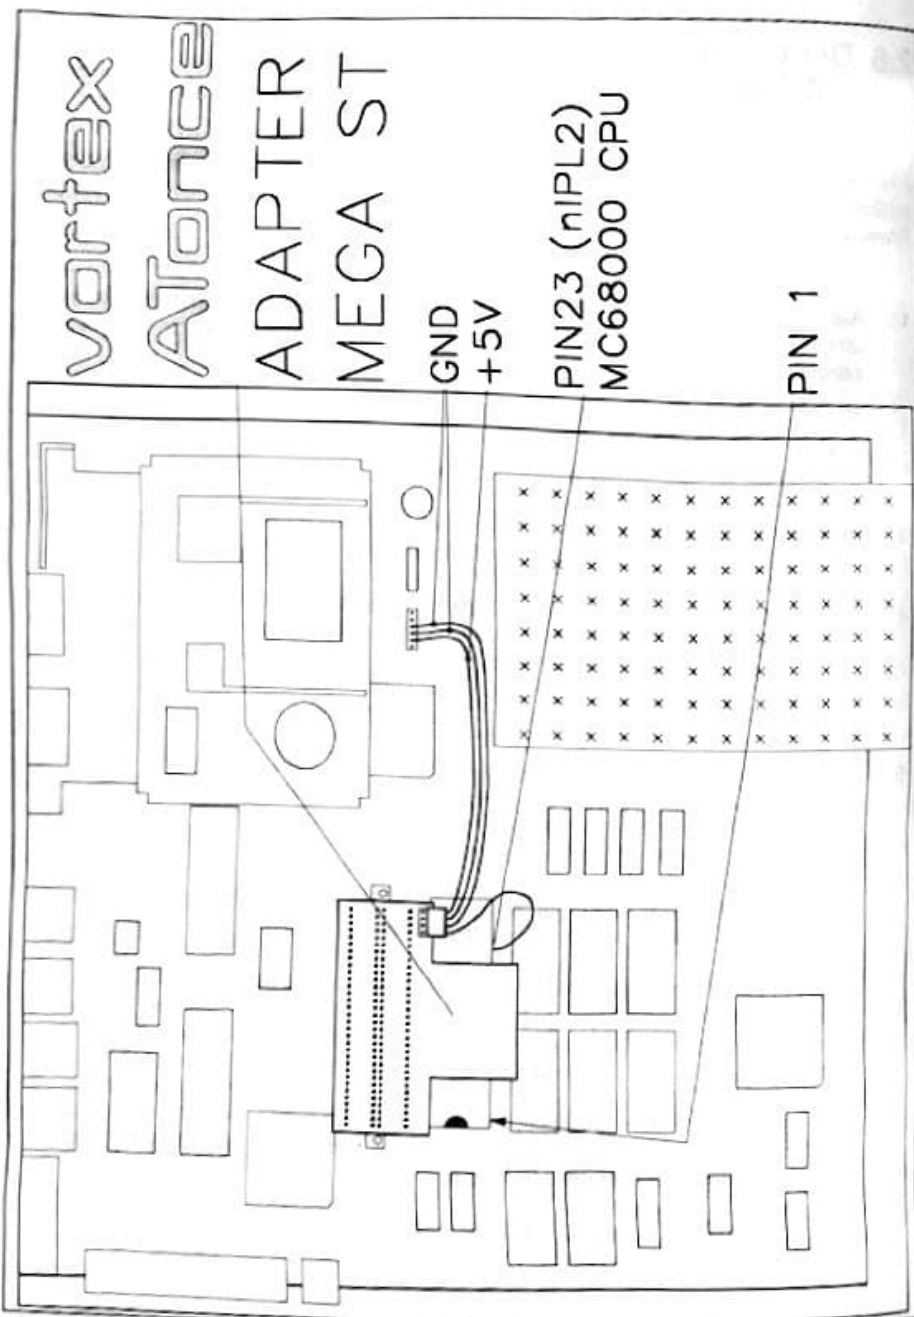

Bild 2.6.a
Am ATonce Mega ST Steckadapter befinden sich zwei unterschiedliche Kabel. Das eine Kabel ist eine freie Litze an deren Ende sich ein Druck-Clip befindet. Das andere Kabel ist ein kleiner Kabelbaum - bestehend aus drei Litzen -, an dessen Ende sich ein Stecker befindet. Den Druck-Clip nehmen und an den Pin 23 der MC68000 CPU anclippen. Dies ist in Bild 2.6.a der zehnte Pin von rechts. Anschließend den Steckadapter in den 64 poligen Steckplatz stecken. Den Stecker für die Spannungsversorgung des Steckadapters in die freie Stiftleiste des Mega ST stecken (vor dem Netzteil). Siehe hierzu Bild 2.6.a.
6. ATonce wie in Bild 2.6.b dargestellt in die Fassung des Steckadapter einstecken. Darauf achten, daß alle Pins der ATonce Leiterplatte (64 Stück) sauber in die Fassung eingeführt werden (nicht verkanten) und fest sitzen. Sollten andere Bauteile (Kondensatoren, Quarze etc.) ATonce berühren, so müssen diese gegebenenfalls vorsichtig umgebogen und/oder mit Isolationsklebeband isoliert werden.
7. Das freie, von der ATonce-Leiterplatte weghängende Kabel an den entsprechenden PIN des SHIFTER-Bausteins (PIN 39) anlöten. Über dieses Kabel erhält der ATonce seinen 16MHz Takt. Siehe Bild 2.6.b.